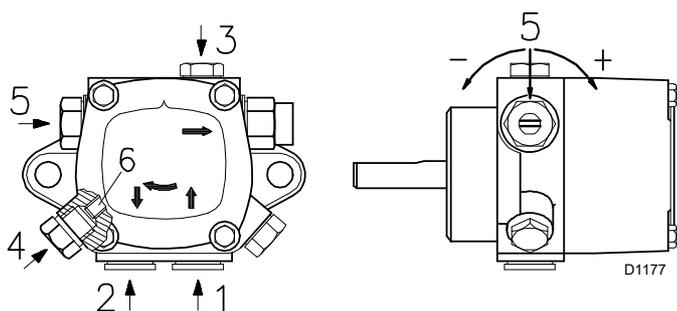
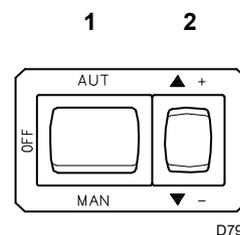

Fig. 26
Fig. 27
Légende (Fig. 26)
- Pour que la pompe (Fig. 26) puisse s'auto-amorcer, il est indispensable de desserrer la vis 3)(Fig. 26) de la pompe pour vider l'air contenu dans le tube d'aspiration.
- Démarrer le brûleur en fermant les dispositifs de contrôle, avec l'interrupteur 1)(Fig. 27) dans la position « MAN » et avec l'interrupteur 10)(Fig. 7) dans la position « HUILE ».
- Quand le fioul ressort par la vis 3)(Fig. 26) la pompe est
amorcée. Arrêter le brûleur : interrupteur 1)(Fig. 27) en position « ÉTEINT » et visser la vis 3)(Fig. 26).